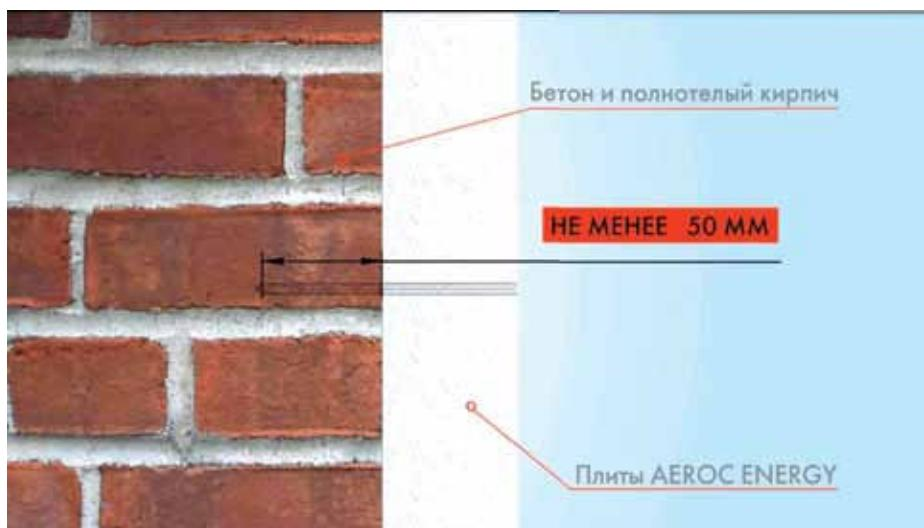

Рис. 7.11 Глубина анкеровки для бетона и полнотелого кирпича
- не менее 50 мм – для бетона и полнотелого кирпича; (рис. 7.11)